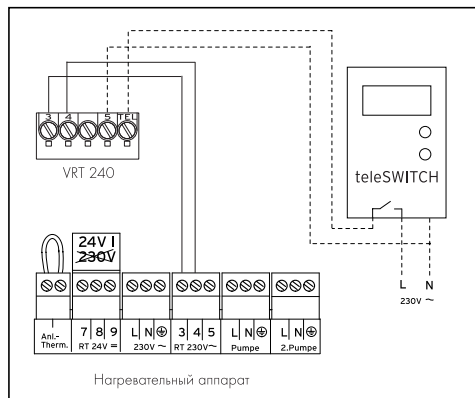

Рис. 10.1 Подключение к электросети
- Присоедините устройство teleSWITCH, как показано на рис. 10.1. Соблюдайте также инструкцию по эксплуатации устройства teleSWITCH.